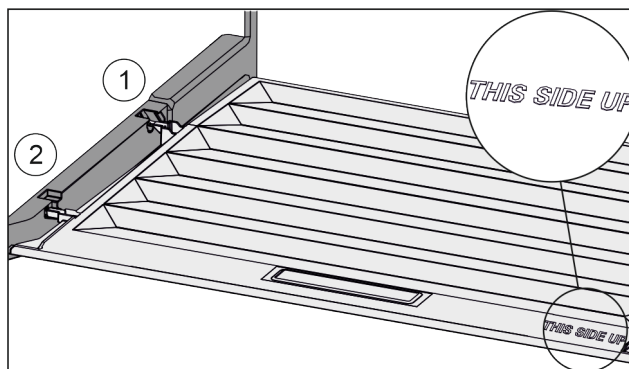

Fig. 37
- ▶ Dekselranden via de opening van de achterste houder *Fig. 37 (1)* aanbrengen en van voren in de houder *Fig. 37 (2)* klikken.